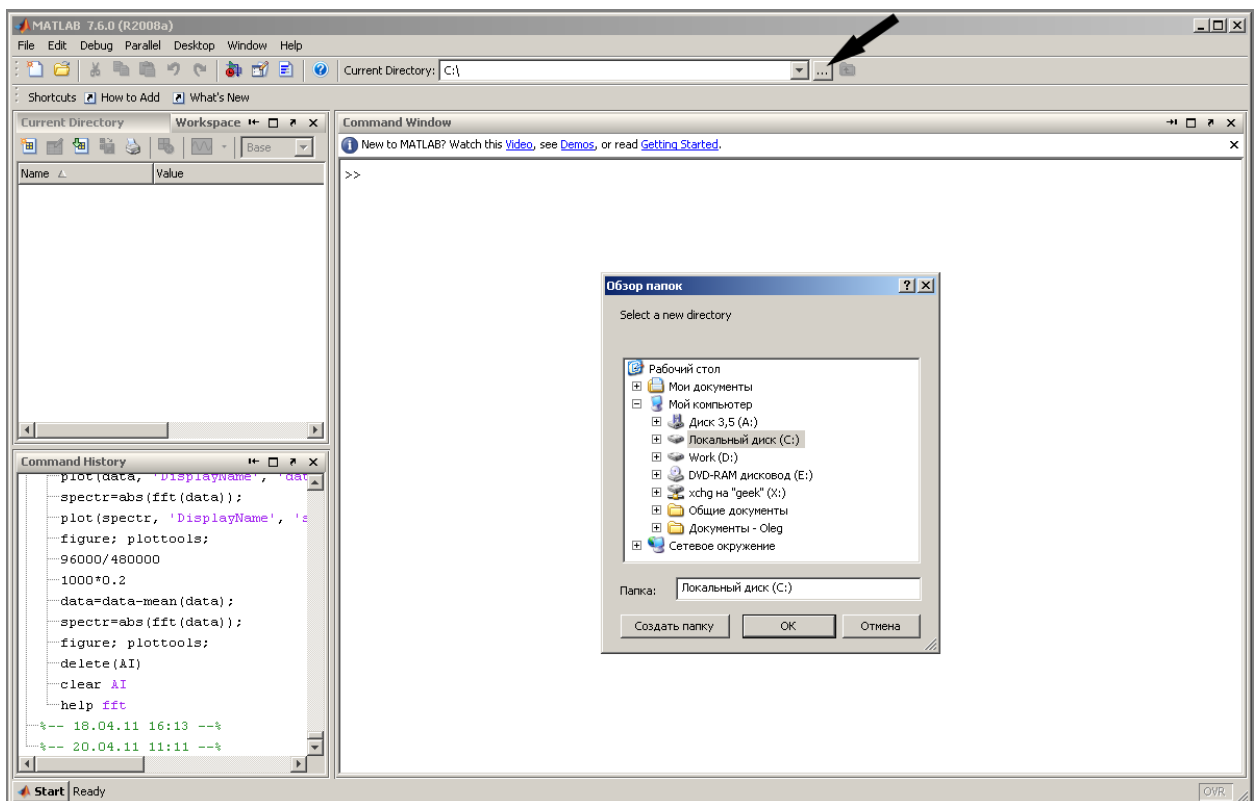

Рис. 1. Окно выбора рабочей директории программы MatLab
2. Выберите рабочую директорию для модели. Пиктограмма, на которую следует нажать, чтобы появилось окно диалога для выбора рабочей директории указана на рис. 1 стрелкой.